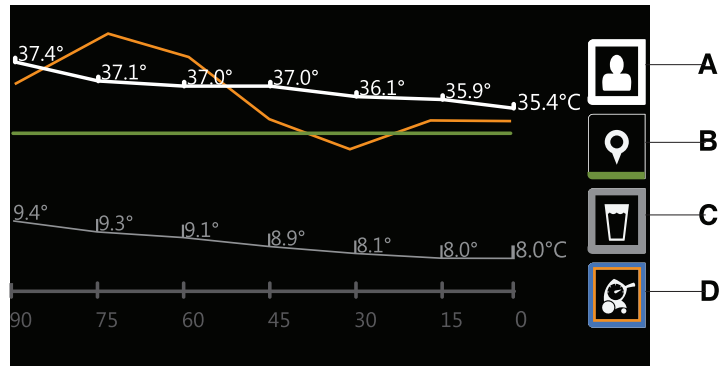

図15-18: グラフ表示
- ・ 接続したプローブ(A)で測定した1次患者体温の値(15-33ページの図15-18)